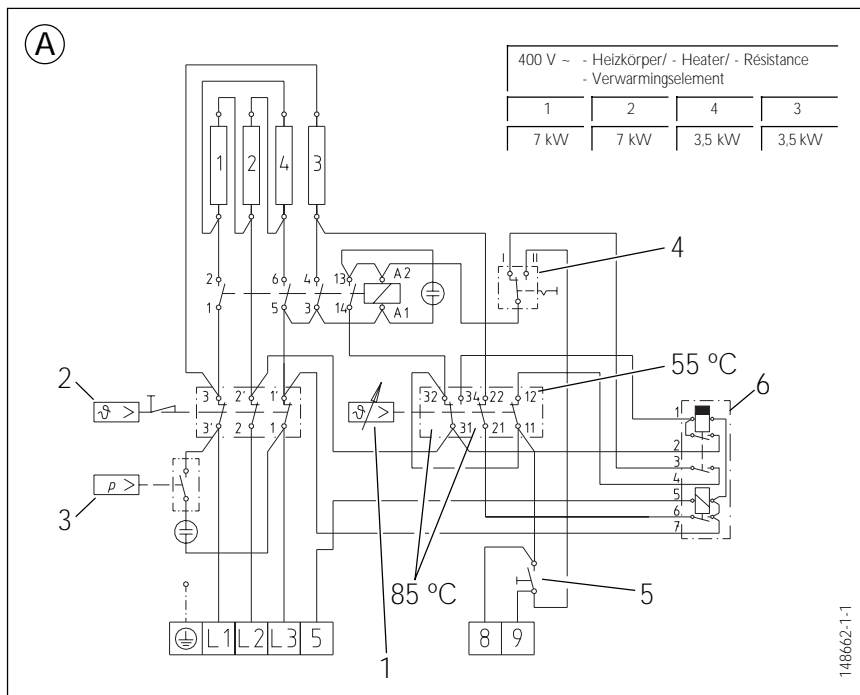

Abb. 11/Fig. 11/Afb. 11
- Entsprechend der gewünschten Betriebsweise ist der Schalter (Abb. 11, Pos. 4) in Stellung I = Durchlaufspeicherbetrieb oder II = Zweikreis-/Einkreispeicherbetrieb zu schalten.
(A) Elektro-Schaltplan, Abb. 11
- The switch (Fig. 11, No. 4) is put into position I = instantaneous hot water storage operation or II = dual cycle/single cycle hot water storage operation depending on the desired operating mode.
(A) Electrical circuit diagram, Fig. 11
- L'appareil doit être relié au réseau par l'intermédiaire d'un dispositif de coupure omnipolaire ayant une ouverture minimale des contacts de 3 mm. En fonction du mode choisi, mettre le commutateur (fig. 11, rep. 4) en position I = mode accumulation ou II = mode accumulation double circuit/monocircuit.
(A) Schéma électrique, fig. 11
- Het apparaat moet bijv. door zekeringen met een scheidingsruimte van minstens 3 mm met alle polen van het stroomnet gescheiden kunnen worden. Afhankelijk van de gewenste functie moet de schakelaar (afb. 11, pos. 4) in stand I (doorstroom-boilerfunctie) of II duo/mono-boilerfunctie worden gezet.
(A) Elektrisch schakelschema, afb. 11